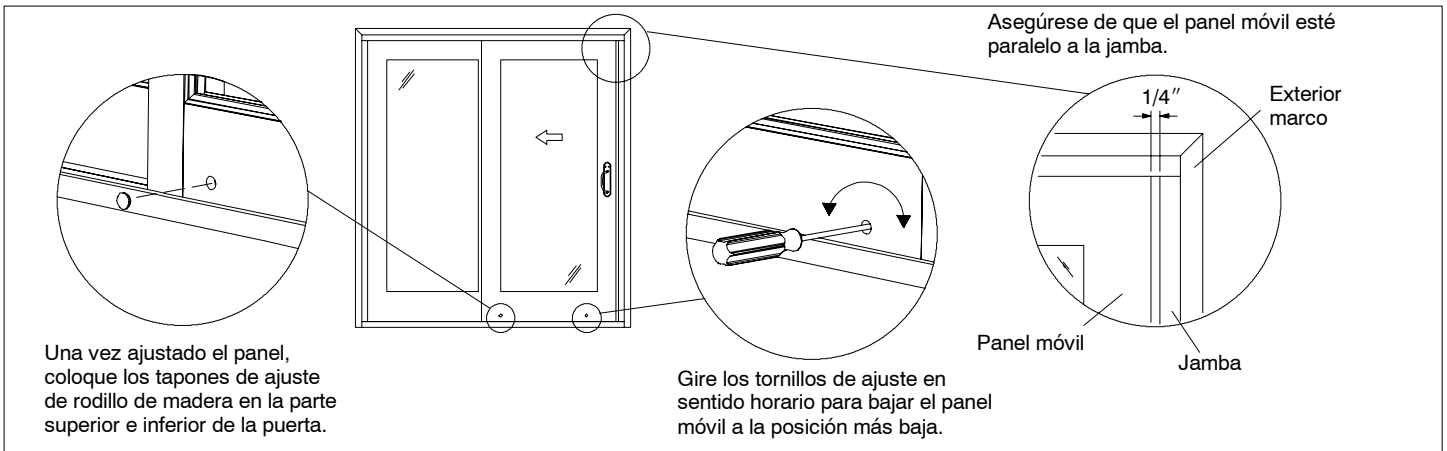

Figura 2: Ajuste del panel.
1. Gire ambos tornillos de ajuste en sentido horario hasta que el panel móvil se encuentre en la posición más baja. Luego ajuste los tornillos en sentido antihorario hasta que la puerta se deslice fácilmente. Ver figura 2.
2. Abra la puerta 1/4" (6) de la jamba y ajuste la puerta para que esté paralela a la jamba. Una vez que la puerta esté paralela a la jamba del panel móvil, coloque los tapones de madera en la parte inferior de la puerta. Ver figura 2.